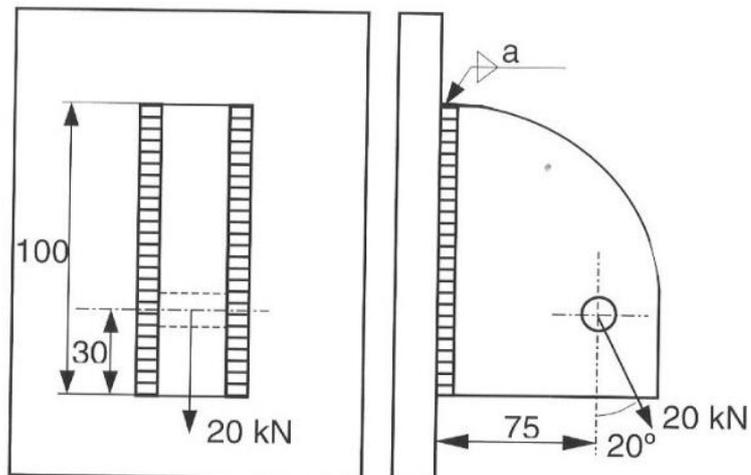

Figura 1.9
**1.2.8** Sabendo que o olhal da Figura 1.9 está soldado a um pilar através de dois cordões de soldadura verticais e submetido à força de 20 kN, verifique se é admissível uma espessura do cordão de soldadura com 3 mm, usando o Eurocódigo 3. O material da soldadura tem uma tensão de cedência de 300 MPa